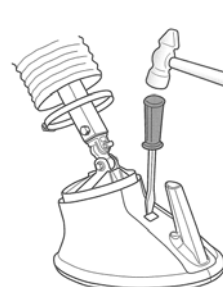

Fig.12
2) マイナスドライバーとハンマーを使い、フード上部に穴(a)を開けてください。(Fig.12)